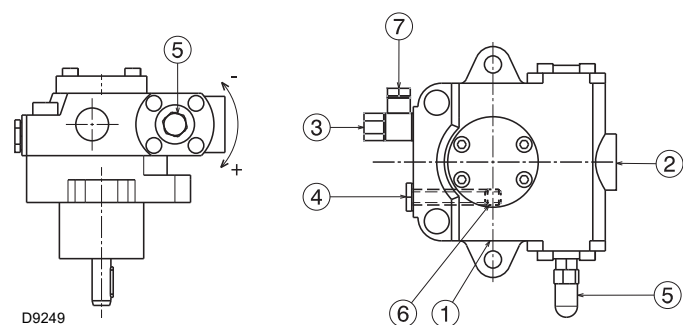

Рис. 24
Вони встановлюються на пальник з байпасом, перекритим гвинтом 6) (Рис. 24 на сторінці 28).
- Аби насос (Рис. 24) міг самостійно наповнитися, необхідно послабити гвинт 4) насоса, щоб випустити повітря зі всмоктувальної лінії.
Умовні позначення (Рис. 24)
Автоматичний ранковий запуск можливий, тому що насос уже заповнений паливом на заводі виробника. Якщо паливо було злито з насоса, перед запуском заповніть його паливом через отвір вакуумметра 4) (Рис. 24 на сторінці 28), інакше насос заклинить.